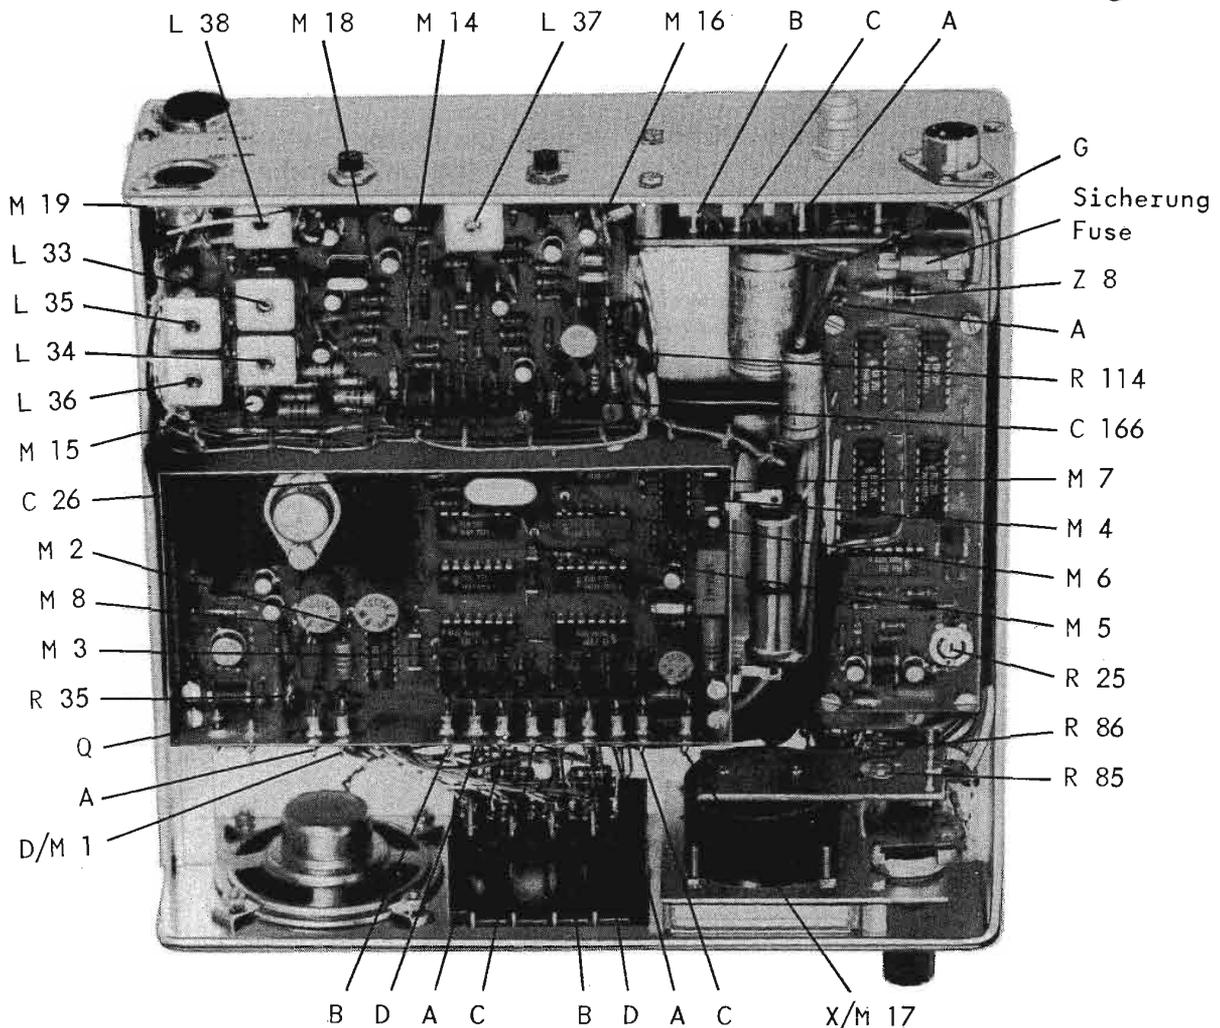

Bild 5 - Figure 5
4. 5,2 bis 5,5 V an M 1 (Durchführungskondensator, Bild 5), bzw. an allen mit D bezeichneten Punkten. Versorgt alle digitalen IC's und Kanalschalter.
5. ca. 6 V an M 8 (Lötstift, Bild 5). Versorgt IC 6.
6. ca. 8,5 V an M 18 (100 Ohm Widerstand, Bild 5). Versorgt 45 MHz-Quarzoscillator, Quarzoscillator-Verdreifacher, Hauptoscillator).
7. ca. 5,6 V an M 14 (5,6 V Zenerdiode, Bild 5). Referenzspannung für T 27.
8. Spannung an M 17 (Abstimmspannung für Kapazitätsdioden des 134 MHz-Hauptoscillators, Bild 5):
1. Nicht synchronisiert, d.h. Fehler im Gerät oder Schleifen von R 35 (Bild 5) auf Rechtsanschlag: 1,45 bis 1,50 V.
4. 5.2 to 5.5 V at test point M 1 (feed-through capacitor, see Fig. 5) and at all points designated with "D". Voltage supply for all digital ICs and the channel switch.
5. Approx. 6 V at M 8 (connection pin, see Fig. 5). Supplies IC 6.
6. Approx. 8.5 V at M 18 (100 Ohm resistor, see Fig. 5). Supplies the 45 MHz crystal oscillator, crystal oscillator-tripler, and main oscillator.
7. Approx. 5.6 V at M 14 (5.6 V zener diode, see Fig. 5). Reference voltage for T 27.
8. Voltage at M 17 (tuning voltage for the varactor diodes of the 134 MHz main oscillator, see Fig. 5):
1. Non-synchronized: e.g. fault in the transceiver, or wiper of R 35 (see Fig. 5) fully clockwise: 1.45 to 1.50 V.
Sollte die Einstellung des Hubes nach 3.9 nicht möglich sein, oder soll ein vorhandenes, aber unempfindliches Mikrofon verwendet werden, kann die Mikrofon-Verstärkung erhöht werden. Zu diesem Zweck wird ein 10-22 μF /3V Elektrolytkondensator (C 166, Bild 5) in den NF-Vorverstärker eingelötet. Die erforderlichen Leiterplatten-Bohrungen sind vorhanden. Mikrofon-Verstärkung und Hub sind nach 3.9 neu einzustellen.
If it is not possible to adjust the frequency deviation as given in section 3.9, or if an insensitive microphone is to be used, it will be necessary to increase the gain of the audio amplifier: This is made by soldering a 10-22 μF /3V electrolytic capacitor into the AF-preamplifier (C 166, see Fig. 5). The required holes are already provided on the PC-board. Realign the microphone gain and deviation as given in 3.9.
Unabhängig von der Einstellung des Sprachhubes (3.9) kann nach Einstellung des Hubreglers der Tonrufhub mittels R 114 (an Lötstiften, Bild 5) verändert werden. Soll der Tonrufhub größer werden, ist R 114 zu vergrößern, bzw. umgekehrt.
The frequency deviation of the calling tone can be adjusted independently of the voice deviation by changing of R 114 (at the connection pins shown in Fig. 5). The resistance value should be increased to increase the deviation, and vice-versa.
Die Frequenz des Tonrufes kann mittels R 25 (Bild 5) zwischen etwa 1,4 und 2,0 kHz verändert werden. Dazu wird der Frequenzzähler an M 16 (Lötstift, Bild 5) angeschlossen.
Sollten nach der Einstellung auch stärkste Signale nicht den Endauschlag erreichen, wird dies mit dem Trimm-Potentiometer R 86 (Bild 5) korrigiert.
The frequency of the calling tone can be varied in the range of approximately 1.4 to 2.0 kHz with the aid of trimmer resistor R 25 (see Fig. 5). This should be made by connecting the frequency counter to testpoint M 16 (connection pin, see Fig. 5).
If the strongest signals still do not give full scale deflection, the reading can be corrected using the trimmer resistor R 86 (see Fig. 5).
Am Kanalschalter sind die Zahlen in die Anschluß-Leiterbahnen eingätzt, der Vorwähler wird an den Durchführungskondensatoren des Modulzählers gemessen (Bild 5).
The numbers are marked on the connection lanes of the channel switches, the preselector is to be measured at the feedthrough capacitors of the spacing module (see Fig. 5).
Sicherung und Schutz-Zenerdiode (Z 8) befinden sich auf der Vorwähler-Leiterplatte (Bild 5).